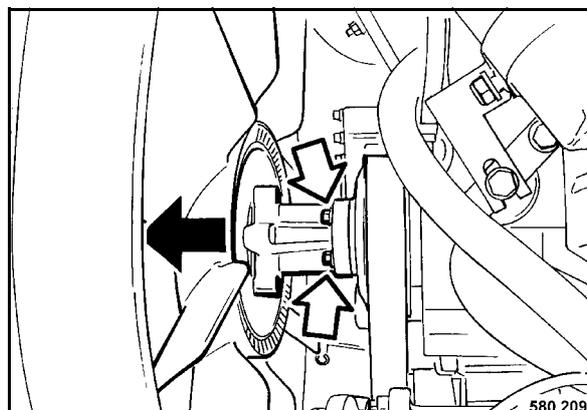

Рис. 159
- Вывинтить крепежные винты (Рис. 159) и сдвинуть вентилятор вперед.